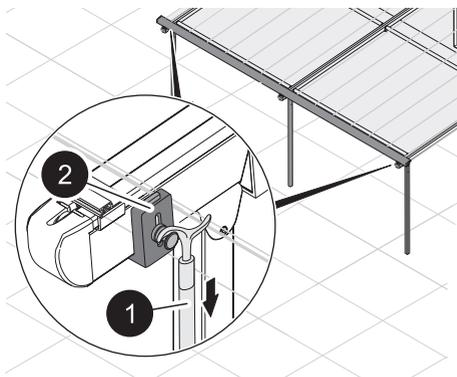

Fig. 19: Enlever le dispositif d'arrêt
2. Enlever les dispositifs d'arrêt gauche et droit à l'aide de la barre à crochet (Fig. 19/1). Pour ce faire, pousser le dispositif d'arrêt de la toile (Fig. 19/2) vers le bas.